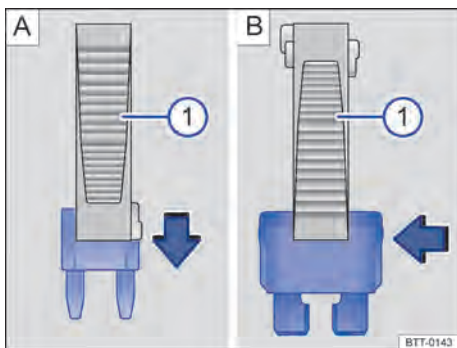

Fig. 164 Remover ou instalar um fusível com a garra da pinça de plástico ①.
→ Fig. 164 ① da cobertura da caixa de fusíveis.
- Em caso de *fusíveis pequenos*, encaixar a garra ① por cima → Fig. 164 A.
- Em caso de *fusíveis maiores*, empurrar a garra ① lateralmente sobre o fusível → Fig. 164 B.
- Caso o fusível esteja queimado, substituir o fusível por um novo da *mesma* intensidade de corrente (mesma cor e inscrição) e do *mesmo* tamanho → ①.